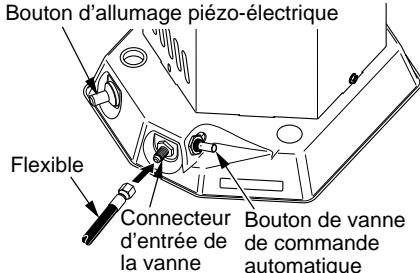

Figure 3 - Emplacement du raccord de tuyau et d'entrée, du bouton de la soupape de réglage automatique et du bouton d'allumage piézo-électrique
2. Branchez le tuyau au raccord d'entrée (voir Figure 3). Resserrez fermement avec une clé.
Figure 3, page 4). Appuyez et relâchez le bouton d'allumage piézoélectrique. Continuez d'appuyer sur le bouton d'allumage piézoélectrique jusqu'à ce que le brûleur s'allume. Appuyez sur le bouton de réglage pendant 10 secondes maximum lors de l'allumage. Si le convecteur ne s'allume pas, relâchez le bouton de réglage et attendez 30 secondes. Répétez l'étape 6 pour démarrer le convecteur. *Note* : Gardez les mains et le visage éloignés de la sortie d'air (près de la partie supérieure de l'enveloppe) du convecteur pendant l'allumage. Après l'allumage, appuyez sur le bouton de réglage pendant environ 30 secondes. Ceci met en marche le système de réglage automatique.